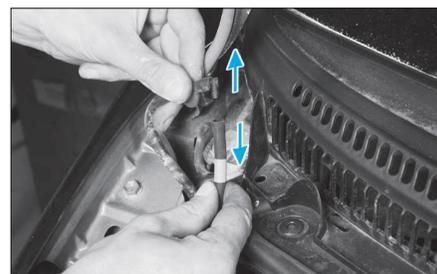

FIG. 24
- Débrancher le tuyau de lave-glace (Fig.24).